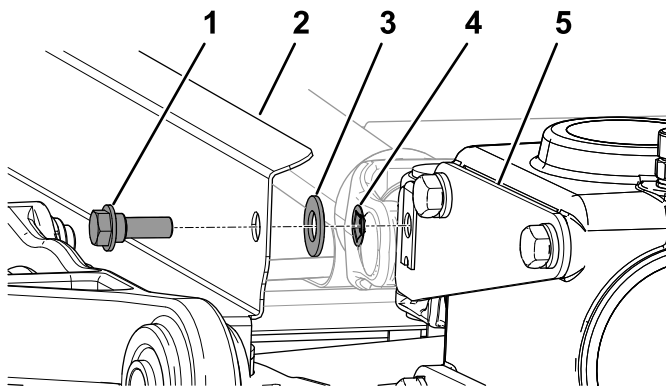

Bild 25
3. Befestigen Sie das Antriebswellen-Schutzblech an der Schwenkhalterung, die Sie in Schritt 6 Befestigen der Schwenkhalterung (Seite 5) montiert haben, siehe Bild 25.